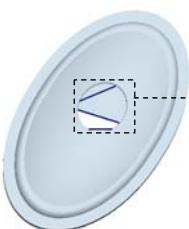

图 21.17 定义边界曲面 2
Step6. 创建图 21.17 所示的边界曲面 2。
(1) 单击 **模型** 功能选项卡中的 **切口和曲面 ▾** 按钮，在系统弹出的菜单中依次单击 **曲面** → **边界混合**，系统弹出“边界混合”操控板。
(2) 定义边界曲线。